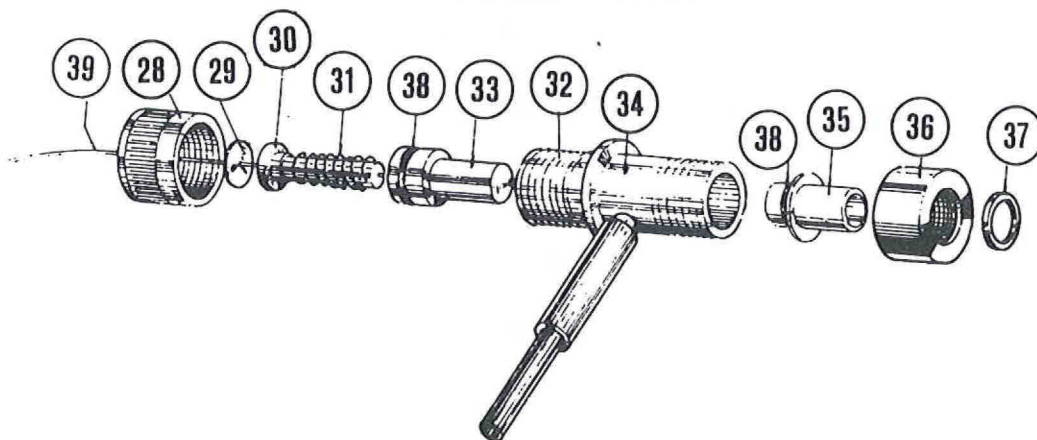

FIGURA 11.- QUEMADOR Y NEBULIZADOR.
20. Cámara del quemador 040-1048 (véase Figura 11).
21. Nebulizador 303-0358 (véase detalles Figura 11).